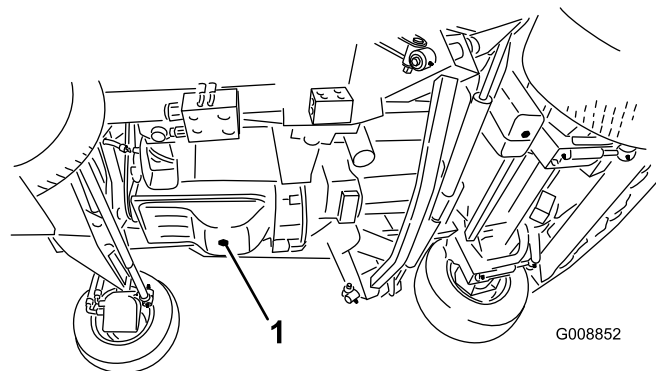

Figura 61
1. Retire el tapón de vaciado y deje fluir el aceite a un recipiente apropiado (Figura 61).